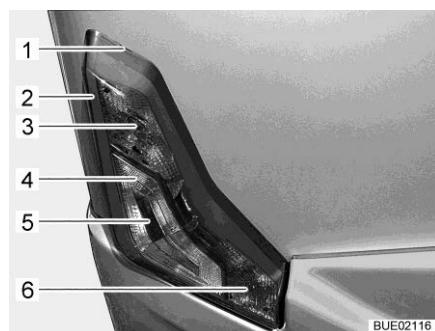

Fig. 309 Luces traseras
- Insertar una herramienta plana en la entalladura (Fig. 309,1) y desmontar la carcasa usando la herramienta con precaución como palanca.